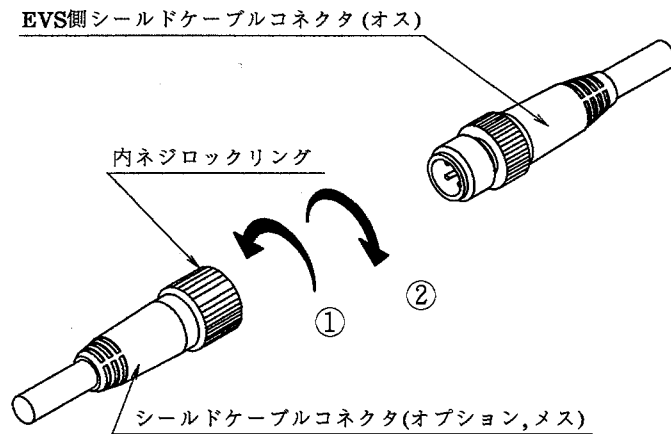

図5 コネクタ接続方法
ケーブルコネクタと本体ケーブルコネクタとの接続方法を図5に示します。本体側のコネクタ端子部の凸部とコネクタ端子部の凹部の位置を合わせ確実に挿入後、内ネジロックリングを①の方向に回します。“カチッ”と音がしてコネクタがはまり込むのを確認した後、内ネジロックリングを②の方向に回し、十分にねじ込みます。